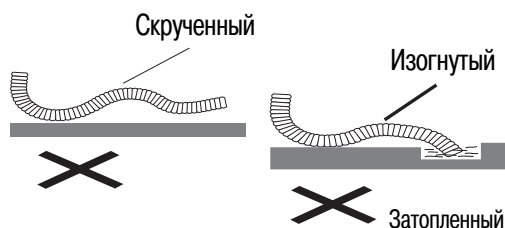

Рис. 14
2. Не скручивайте, не изгибайте и не растягивайте сливной шланг, а также не помещайте его конец в воду (рис. 14).